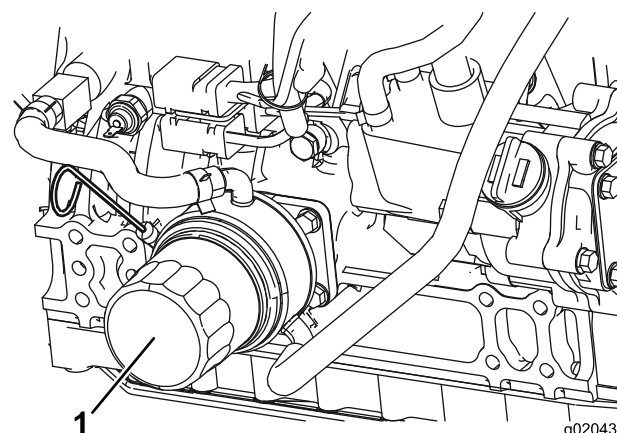

Figure 55
2. Déposez le filtre à huile (Figure 55).